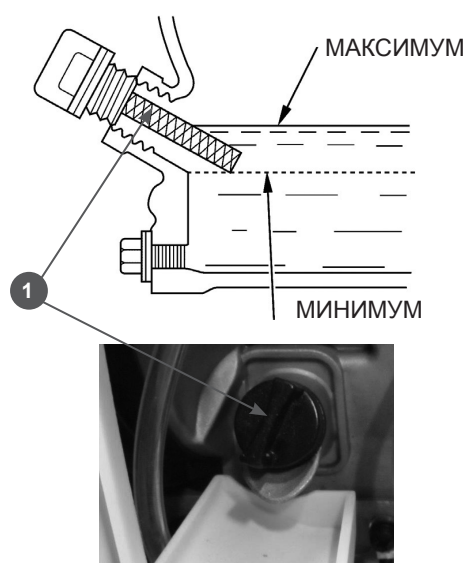

Рис.6
3. Снимите крышку/щуп маслозаливного отверстия(1)Рис.6